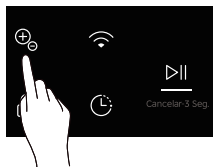

Fig. 2
2. Essa função também pode ser selecionada individualmente, podendo definir o tempo de uso em 30 minutos, 45 minutos ou 60 minutos através do aplicativo ou diretamente no painel de controle da lava-louças pressionando a tecla “” (Fig. 2).